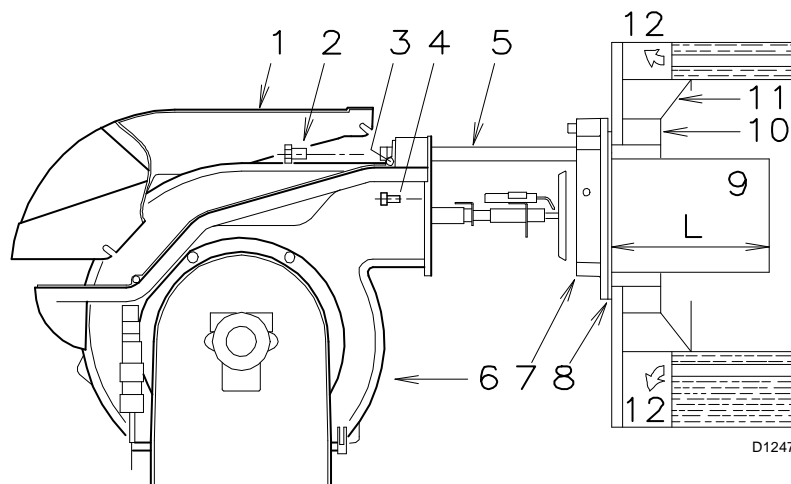

Fig. 7
Para as caldeiras com a frente refrigerada por água, não é necessário o revestimento refractário 10)-11) (Fig. 7), excepto se o fabricante da caldeira assim o indicar.
Fixar a flange 7) (Fig. 7) à placa da caldeira, intercalando a junta 8) (Fig. 7) fornecida. Usar os 4 parafusos fornecidos, depois de haver protegido a rosca com um produto antibloqueio.
- Abrir o queimador sobre as guias como se indica (Fig. 7 Pág. 10).